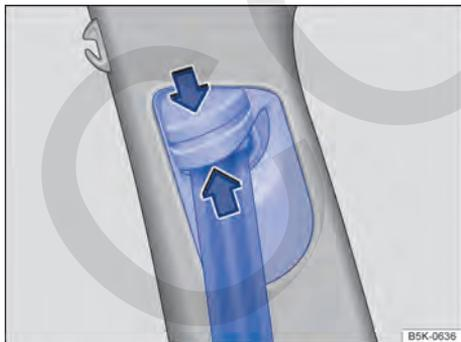

Fig. 41 Junto a los asientos delanteros: regulador de la altura del cinturón.
- Comprima el dispositivo de reenvío en el sentido de las flechas y manténgalo en esta posición → fig. 41.